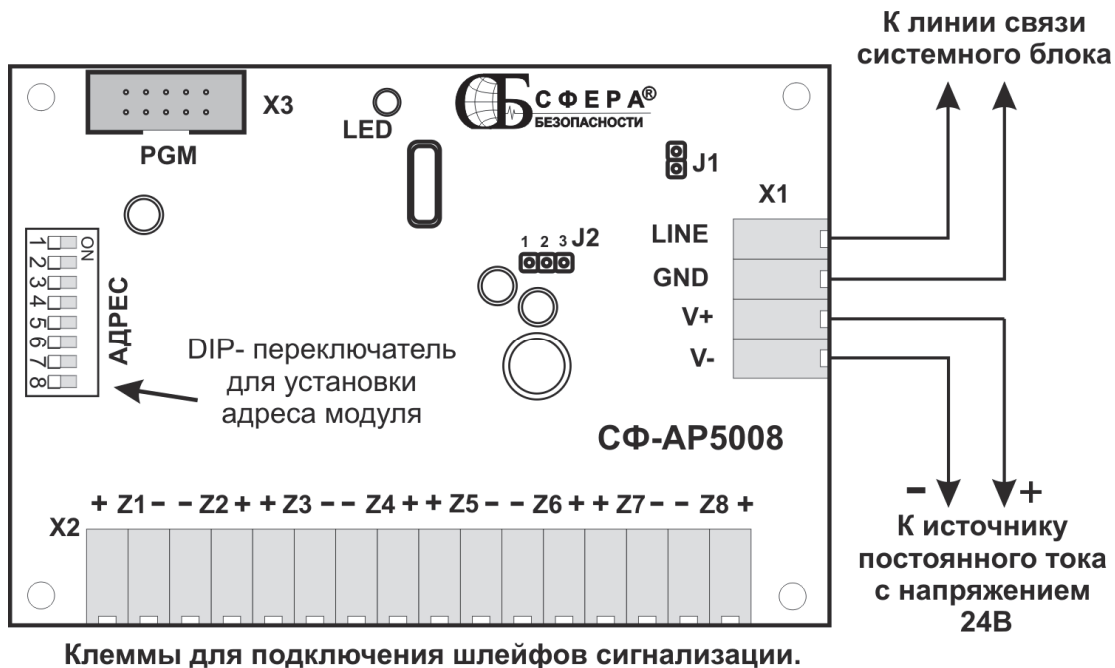

Рисунок 13
- д) Подключите нормально замкнутые извещатели к клеммам охранных шлейфов (клеммы Z и COM). Оконечные резисторы должны устанавливаться в конце шлейфа сигнализации (рис.13). Если охранные шлейфы не используются, то оконечные резисторы устанавливаются на соответствующие клеммы системного блока (клеммы Z и COM).
Схема внешних подключений модуля СФ-АР5008 приведена на рис.13.